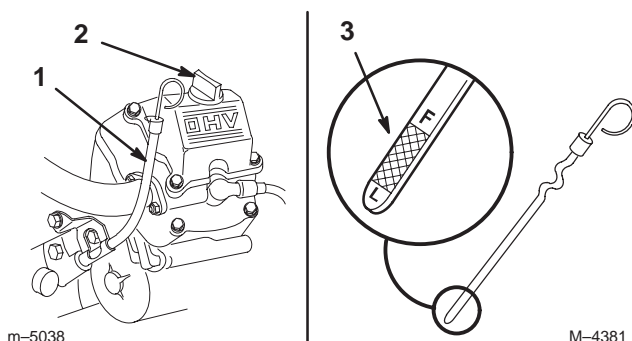

Figure 41
3. Nettoyez la surface autour de la jauge d'huile pour éviter que des impuretés ne s'introduisent dans le goulot de remplissage, ce qui risquerait d'endommager le moteur (Fig. 41).
4. Sortez la jauge d'huile et essuyez soigneusement l'extrémité métallique (Fig. 41).
5. Enfoncez la jauge complètement dans le goulot de remplissage. Sortez de nouveau la jauge et examinez l'extrémité métallique (Fig. 41). Si le niveau est bas, versez lentement une quantité d'huile suffisante dans le goulot de remplissage pour amener le niveau au repère du plein (F).
**Important** Ne remplissez pas excessivement le carter sous peine d'endommager le moteur. Ne faites pas tourner le moteur si le niveau d'huile est en dessous du repère minimum (L), au risque d'endommager le moteur.
5. Versez lentement environ 80 % de la quantité d'huile spécifiée dans le goulot de remplissage (Fig. 41) (voir Changement de l'huile moteur et du filtre, page 36).